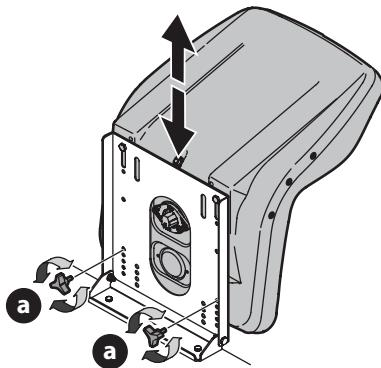

Figura 17
1. Extraiga las perillas (a) (Figura 17).
3. Vuelva a colocar las perillas en uno de los cuatro ajustes de los orificios y ajuste bien (Figura 17).